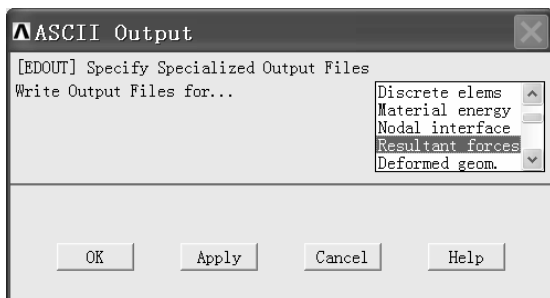

图 4-55 “ASCII Output”窗口
(6) 在“Specify File Output Frequency”窗口中“[EDRST] Specify Results File Output Interval:”后的方框中输入“40”, 在“[EDHTIME] Specify Time-History Output Interval:”后的方框中输入“1000”, 然后单击该窗口中的“OK”按钮。说明:“40”表示将整个持续时间(即“0.05”)分为 40 个均等的时间段, 每过一段时间保留一组计算结果(如所有单元的应力场、应变场、速度场等)。通常, 结果组数保留太多会占用很多存储空间;“1000”对于提取撞击力数据很有用。前面设置的“40”表示保存的整体数据(即所有单元的信息)的组数(其实有 42 组, 计算起始时有一组, 计算结尾时多出一组), 每一组数据都要用到较多的存储空间。“1000”表示在模拟过程中保存的接触力组数(其实有 1002 组), 单独保存撞击力用的存储空间很少。
(7) 依次选择 Main Menu>Preprocessor>Solution>Output Controls>ASCII Output, 弹出“ASCII Output”窗口(见图 4-55)。选中方框中的“Resultant forces”, 然后单击“OK”按钮。此处设置用于保存接触力的信息。